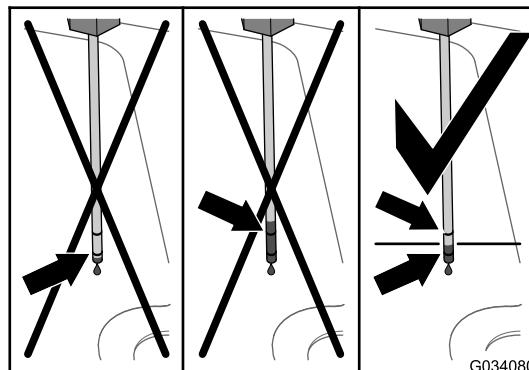

Figure 99
6. Ressortez la jauge et vérifiez le niveau de liquide (Figure 99).
- Versez le liquide hydraulique spécifié dans le tube de remplissage jusqu'à ce que le niveau se situe entre les 2 repères sur la jauge (Figure 99).